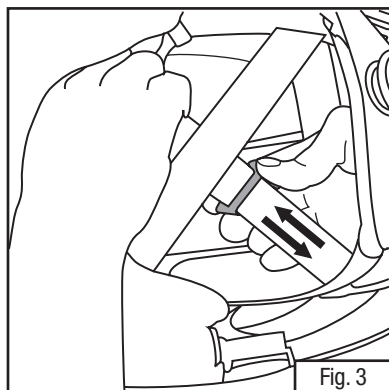

Fig. 3
- b. Somenete para os capacetes das Série M-100 e M-200: As tiras de tecido da Suspensão M-150 podem ser ajustadas deslizando o fivela correia azul localizada na alça central (Fig. 3). Deslizar a fivela para a parte traseira do capacete aperta as tiras e eleva a altura do capacete na cabeça. Deslizar a fivela para a frente do capacete afrouxa as tiras e diminuirá a altura do capacete na cabeça.